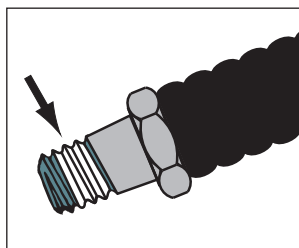

図2: シールテープ
**注記** ホース、継ぎ手、およびその他の構成部品を組み立てる際は、ねじ付きNPTまたはNPTF継手にPTFEねじシールテープを1周半巻きますが、図2のように、ねじの先端部1周分はテープを貼らないでおきます。テープの破片が油圧システムに入らないよう注意してください。